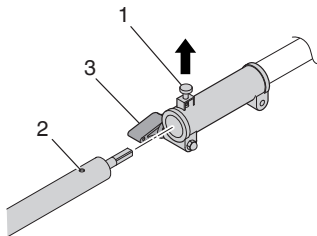

Fig. 1
2. Asegúrese de que el pasador (1) se introduce adecuadamente el orificio (2) del tubo y de que éste no se suelta. (Fig. 1)
3. Ajuste la tuerca del asa (3) firmemente. (Fig. 1)